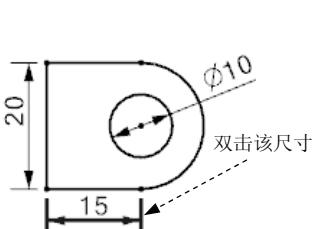

图 5.9.4 标注尺寸（一）
- Step 1** 双击要修改的尺寸，如图 5.9.4 所示。